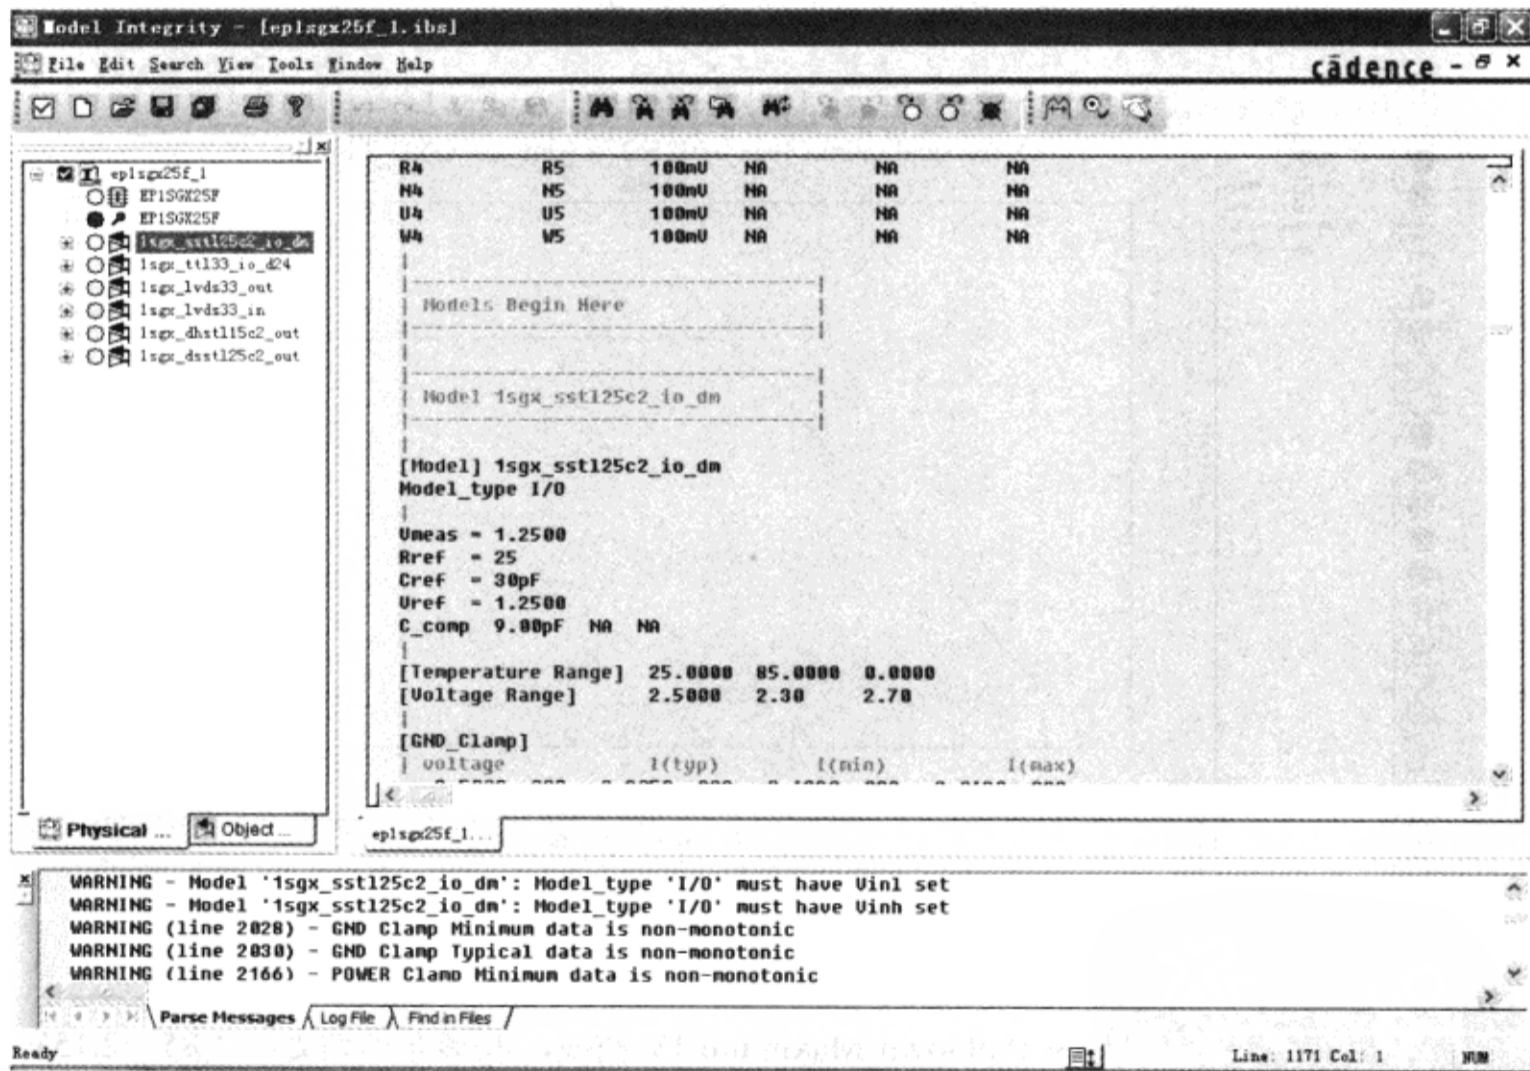

图 2-4-8 1sgx\_sst125c2\_io\_dm 模型参数
(11) 在 “Physical View” 栏双击 “1sgx\_sst125c2\_io\_dm”, 编辑窗口显示该 IOCell 模型信息, 并且模型名高亮显示, 如图 2-4-8 所示。